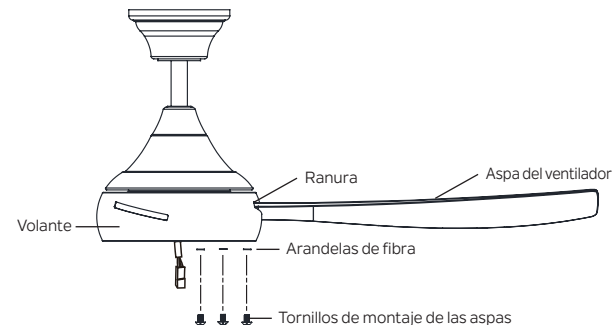

Figura 18
**Paso 1.** Inserte el aspa del ventilador a través de una ranura en el volante. **(Figura 18)**
**Paso 2.** Repita para las aspas restantes. **(Figura 18)**